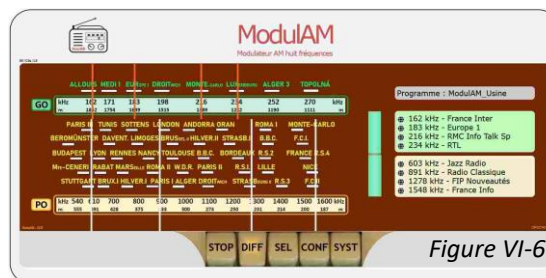

Figure VI-6
- Un appui sur la touche **DIFF** provoque la validation de la diffusion en cours : l'écran passe à l'état 3 (figure VI-6) et l'œil magique passe en mode vert-fermé ; mais pendant la trentaine de secondes nécessaire à l'initialisation du process au sein du nano ordinateur Orange Pi Zero2 et au chargement des buffers des flux des programmes audio, le clavier est bloqué, un sablier apparaît en surimpression sur la touche **DIFF** et un message avertit du démarrage en cours de la diffusion (figure VI-7).